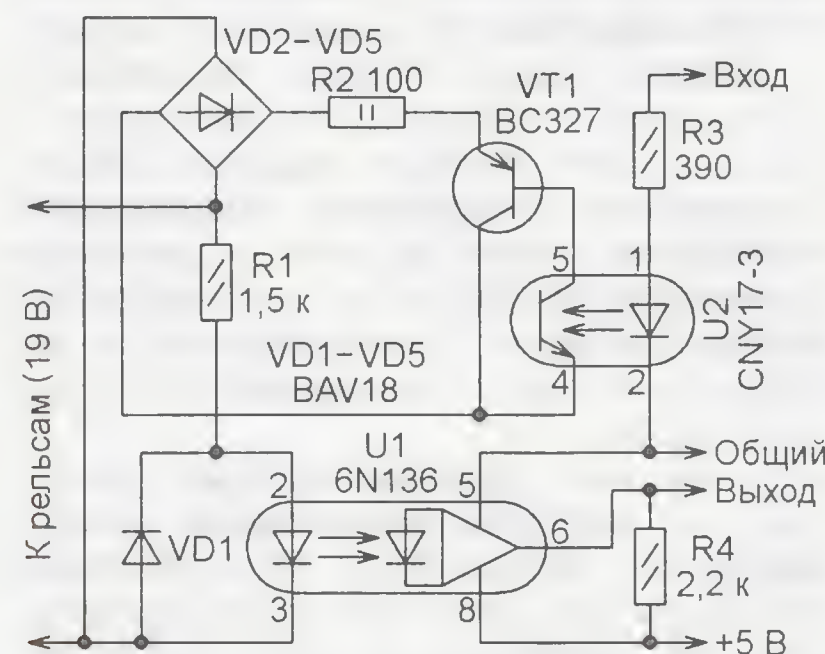

Рис. 7
**Приём и передача сигналов по рельсам железной дороги (рис. 7 [http://www.opendcc.de/elektronik/HW5\\_swiss/opendecoder\\_swiss.html](http://www.opendcc.de/elektronik/HW5_swiss/opendecoder_swiss.html)).** Речь идёт о действующих моделях железной дороги, в которых сигналы